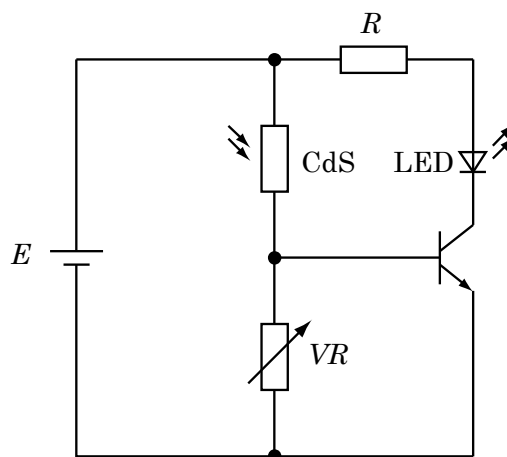

図 9 CdS による LED 点灯制御回路
(2) 図9の回路をブレッドボード上に作成しなさい。CdSの受光面を指で開閉するのに合わせてLEDが点滅するように半固定抵抗を調整します。半固定抵抗は図10に示すように3個の端子を持っています。回すと2の位置が移動するので1-2あるいは2-3の間を使用します。1-3の間の抵抗値は一定値です。今回の実験で使用する半固定抵抗は103と書いてあります。これは $10 \times 10^3 \Omega$ すなわち、1-3の間は $10 k\Omega$ であることを表します。